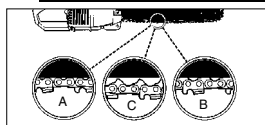

Abb. 6
VORSICHT: Wenn die Sägekette **ZU LOCKER** oder **ZU STRAFF** ist, nutzen sich die Zähne, die Schiene, die Kette und das Kurbelwellenlager schneller ab. Abb. 6 informiert über die richtige kalte Spannung (A) und warme Spannung (B), und dient als Anleitung für weitere Einstellungen der Sägekette (C).